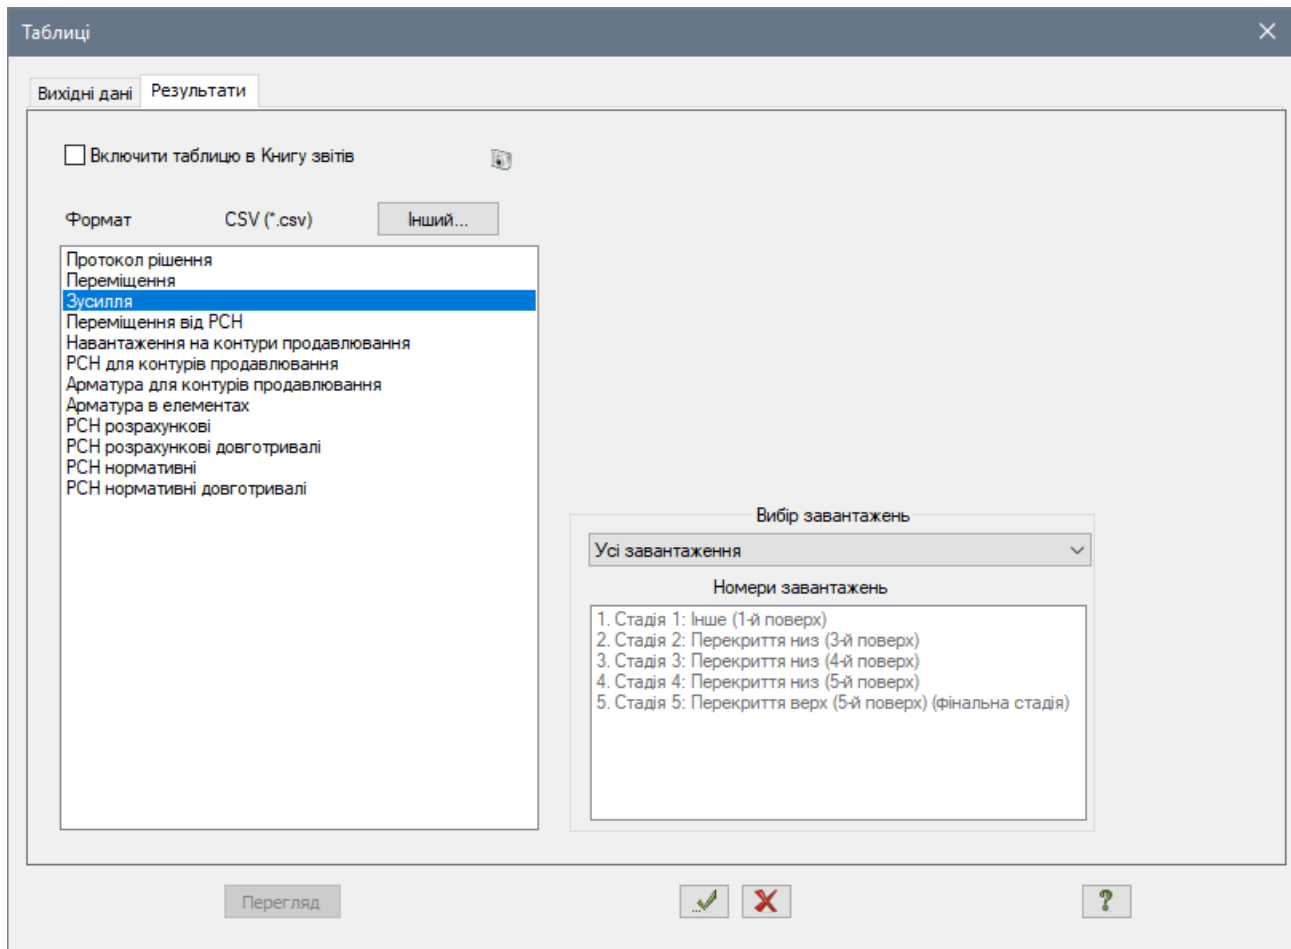

Рис. 23.39. Діалогове вікно **Стандартні таблиці**
- Після цього у діалоговому вікні **Стандартні таблиці** (рис. 23.39) виділіть рядок **Зусилля**.